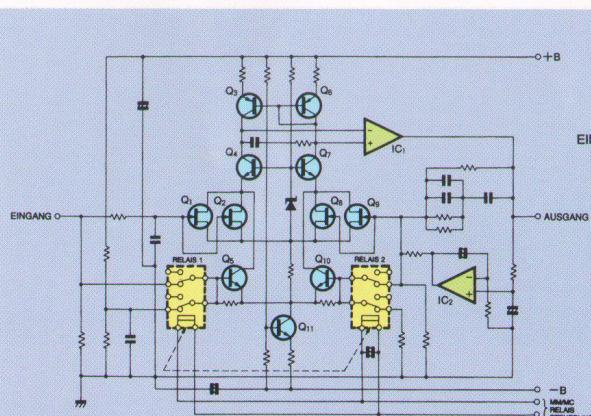

Abb. 4 Schaltkreis der MM/MC Phonestufe
In Abb. 4 ist der Schaltkreis der Phonestufe dargestellt. Für den Drehspulen- (MC) bzw. den Drehmagnet-Tonabnehmer (MM) sind getrennte Eingangsschaltkreise vorgesehen. Da die Ausgangsspannung und die Ausgangsimpedanz von Drehmagnet-Tonabnehmern (MM) sehr hoch ist (die Impedanz kann bei hohen Frequenzen 10 kΩ errei-